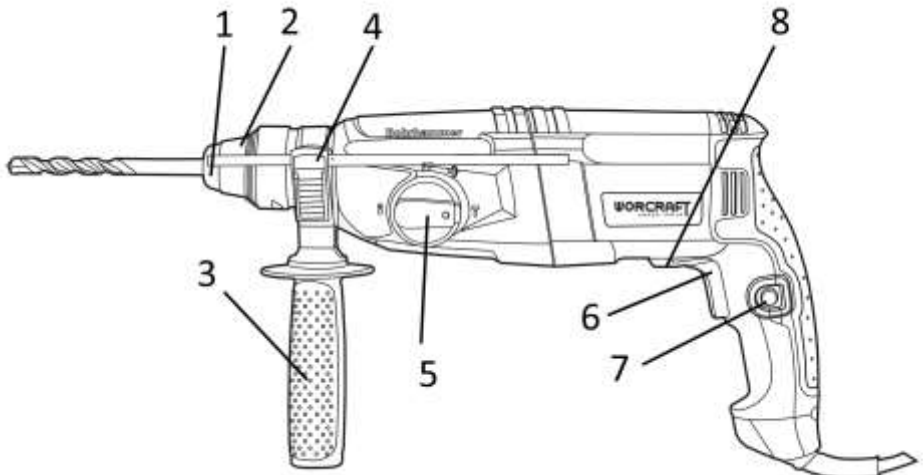

Рисунок 1
4.1 Виберіть необхідний режим роботи виробу за допомогою перемикачів (4) та (6) (див. рисунок 1).
- ударно-обертальний режим - перемикач (4) (верхній) в положенні , перемикач (6) (задній) в положенні ;
- ударний режим - перемикач (4) в положенні , перемикач (6) в положенні ;
- обертальний режим - перемикач (4) в положенні , перемикач (6) в положенні .
4.2 Для ввімкнення виробу натисніть на курок вимикача (7) (рис.1). Для відключення виробу слід курок відпустити.